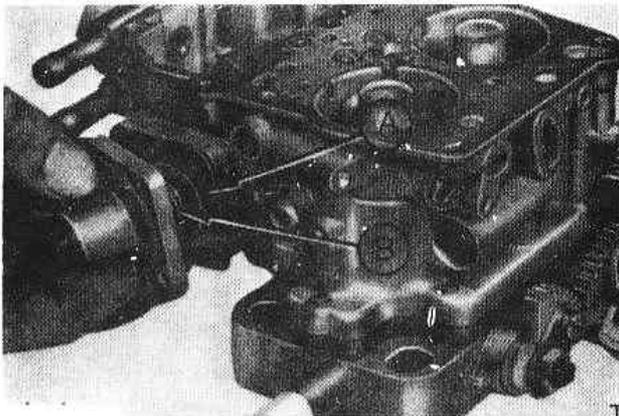

Рис. 3.85. Демонтаж противоостановочного устройства (Разд.34)
8. Выверните четыре винта, крепящие диафрагму и пружину противоостановочного устройства, и снимите их (Рис.3.85).